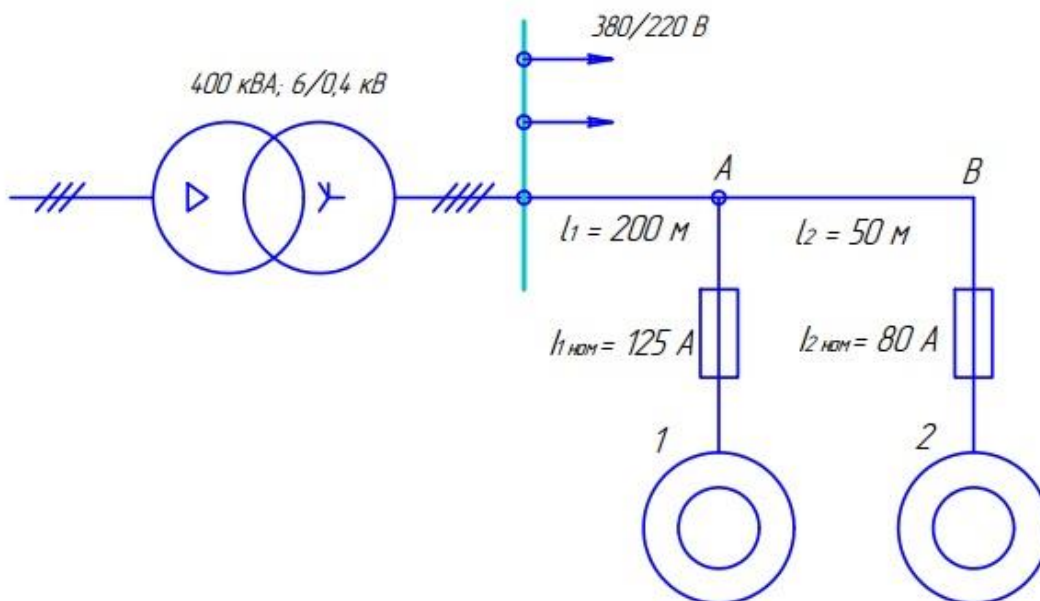

Рисунок 2 - Схема сети к расчёту защитного зануления.
8. Проверить, обеспечена ли отключающая способность зануления в сети, (рис.2, исходные данные к решению задачи принять по таблице 2), при нулевом защитном проводнике - стальной полосе сечением 40×4 мм. Линия 380/220 В с медными проводами 3×25 мм² питается от трансформатора 400 кВА, 6/0,4 кВ со схемой соединения обмоток «треугольник - звезда с нулевым проводом» (Δ/Y_n). Двигатели защищены предохранителями $I_{1ном} = 125$ А (двигатель 1) и $I_{2ном} = 80$ А (двигатель 2). Коэффициент кратности тока $K=3$ (защита двигателей предохранителями).